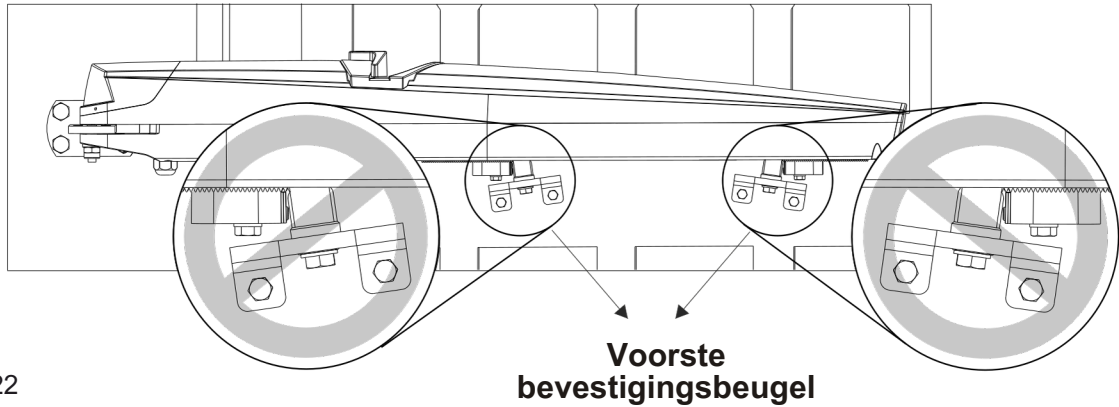

Fig. 22
- 4 - Zorg ervoor dat de voorste bevestigingsbeugel NIET KANTELT wanneer hij het eindpunt bereikt (Fig. 22), anders kunnen er storingen ontstaan in de elektronische eindschakelaars.
Zorg ervoor dat de voorste bevestigingsbeugel NIET KANTELT wanneer hij het eindpunt bereikt (Fig. 22), anders kunnen er storingen optreden in de elektronische eindschakelaars.